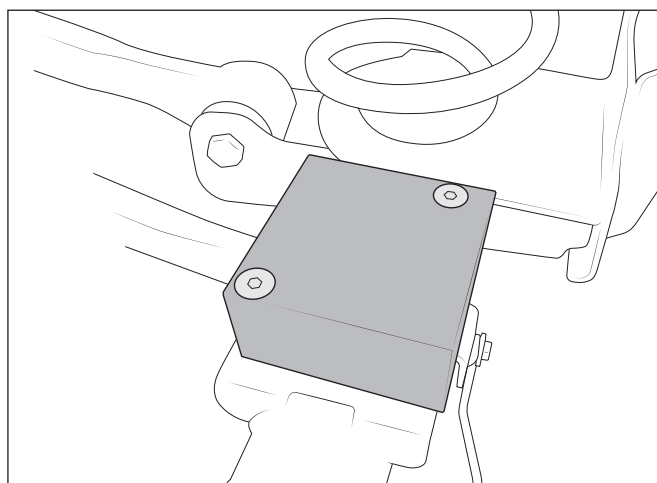

Abbildung 9
13. Bohre die werkseitigen Löcher in den Achsanschlagaufnahmen auf 10mm auf. Mit Rostschutzmittel behandeln. AEV Achsanschlagverlängerung mit dem mitgelieferten M10 Flachkopf, Senkschrauben und Flanschmuttern auf der Achse montieren (Abb. 9). Schrauben anziehen, bis eine leichte Verformung um die Löcher im Abstandhalter zu erkennen ist. Nicht übermäßig anziehen, sonst kann es zu Rissen kommen. HINWEIS: Die längere Seite des Abstandhalters sollte zum Heck des Fahrzeuges hin zeigen.